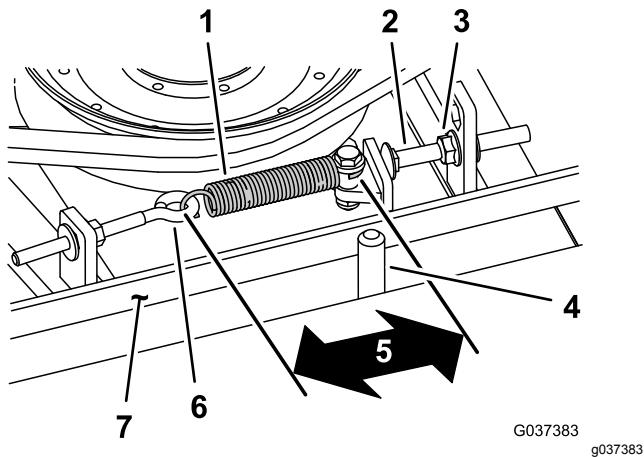

Figura 102
Quando a tensão estiver correta, a medida interior da mola de extensão (gancho a gancho) deverá ser de cerca de 8,3 cm a 9,5 cm. Logo que se obtenha a tensão correta da mola, ajuste o pino de fecho (parafuso da carroçaria) até haver uma folga aproximada de 2 a 5 mm entre a cabeça do parafuso e o braço intermédio (Figura 102).
**Nota:** Certifique-se de que correia está colocada no lado da mola do guia da correia (Figura 102).
- Desaperte o parafuso com olhal (Figura 102).
- Desaperte a porca flangeada que prende o pino de fecho à patilha de montagem e afaste a polia intermédia da correia (Figura 102).
9. Ligue a mola de extensão (Figura 102) ao parafuso de olhal e aplique a tensão na correia como se segue: